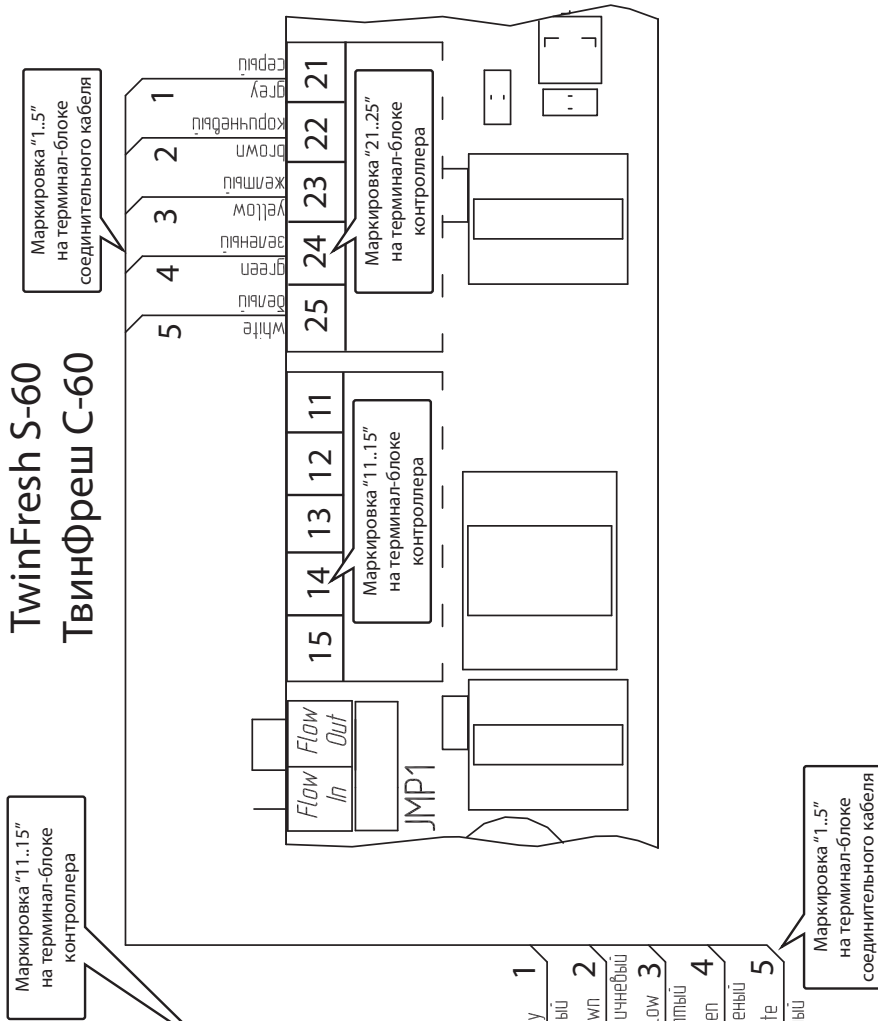

Рис. 8. Общая схема подключения установки ТвинФреш С-60 к контроллеру КВС
* - направление воздуха зависит от положения переключки JMP1 на плате управления агрегата (по умолчанию установлена на приток) (см. рис. 8).
Общая схема подсоединения агрегатов к контроллеру КВС показана на рис. 8. Для подключения агрегатов ТвинФреш С-60 в контроллере КВС используется два канала. Такое решение позволяет выбрать гибкий алгоритм работы при подключении нескольких агрегатов ТвинФреш С-60. В режиме рекуперации установки, подключенные к каналу «А» работают на приток, в то же время, установки канала «Б» - на вытяжку. Такой режим работы обеспечивается при условии установки переключки на платах агрегатов ТвинФреш С-60 в положение «Flow out». В режиме проветривания все установки работают в режиме вытяжки (переключка JMP1 на плате управления агрегата установлена в положение «Flow out») или притока (переключка JMP1 на плате управления агрегата установлена в положение «Flow in»). Для удобства монтажа соединение проводится 5-ти жильным кабелем (цветовая маркировка проводов соответствует кабелю, который поставляется в комплекте). Минимальное сечение проводников - 0.25 мм² (23 AWG). Тип и мощность понижающего трансформатора Т1 выбирается из расчета, что для обеспечения работы одного агрегата необходимо переменное напряжение 12 В, а потребляемая мощность - 3Вт.